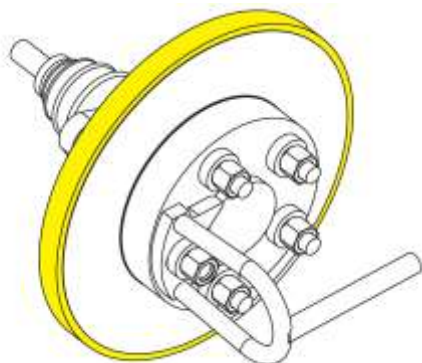

Fig. 65
6. Togliere l'anello elastico dal disco del freno, fig. 65.